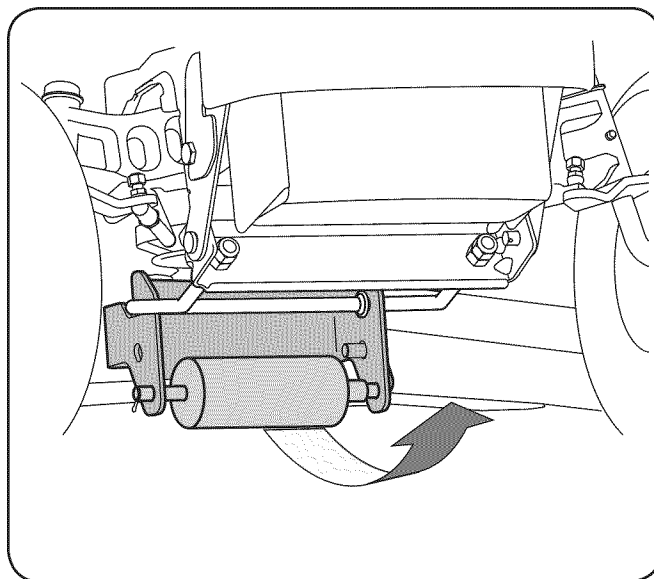

Figura 7-2
2. Coloque un bloque de madera entre el deflector del alojamiento central de la plataforma y la cuchilla de corte, para que actúe como estabilizador. Vea la figura 7-2.